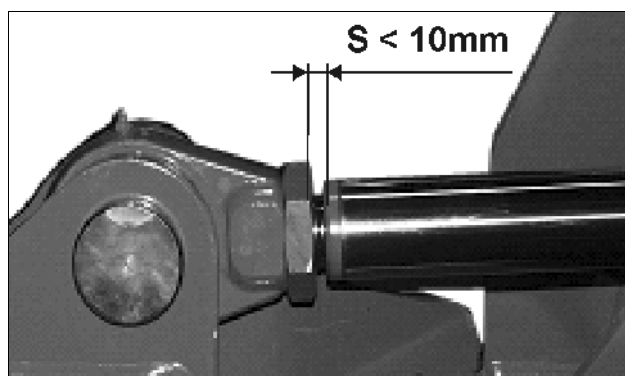

Рис. 27
- Предписанная глубина соединения (Рис. 27)